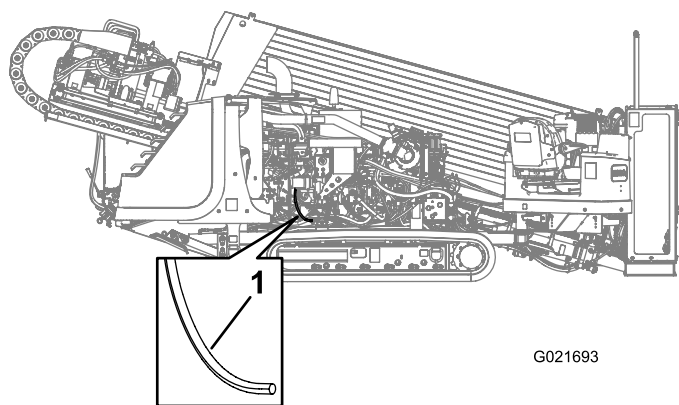

Figure 114
3. Avec précaution, tirez et déposez le tube d'évent du carter (Figure 114).
4. Nettoyez l'extrémité du tube d'évent de carter (Figure 114).